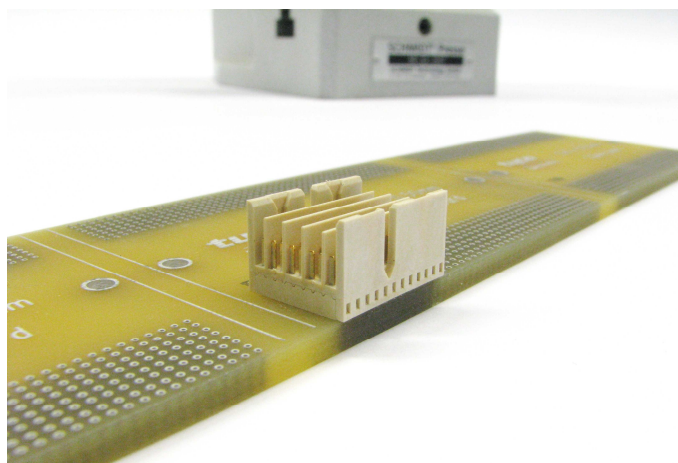

Abbildung 9
5. Danach ist der Einpressvorgang beendet und die Leiterplatte mit eingepresster Messerleiste kann entnommen werden (siehe Abbildung 9).